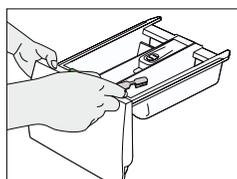
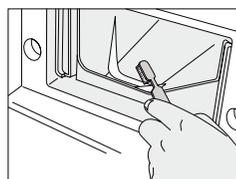

Fig.18
Fig.19
- Nettoyez la cavité du tiroir avec une petite brosse. (Fig.18, Fig.19)